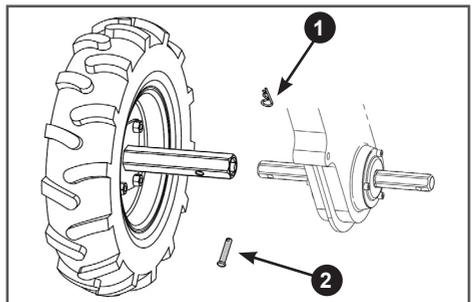

Рис. 6. Установка колес
4. Установите колеса с осями в сборе на выходной вал редуктора, закрепите оси пальцами 2 и шплинтами 1 (Рис. 6).